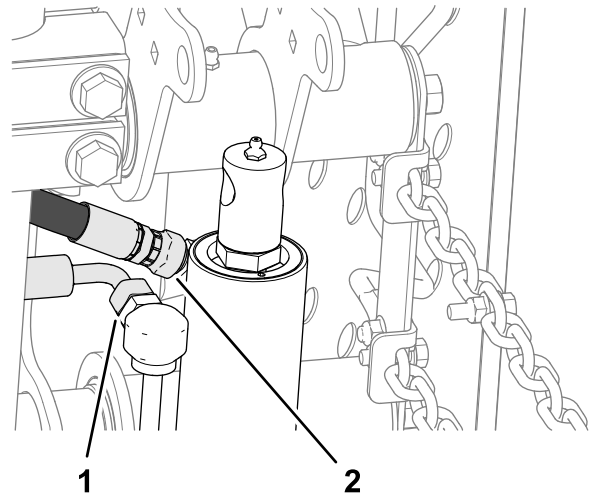

Figure 12
2. Sur le vérin de levage, desserrez le raccord pivotant droit du flexible de retour et le raccord pivotant à 90° du flexible de levage (Figure 12).